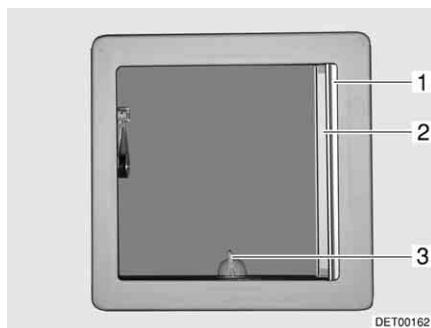
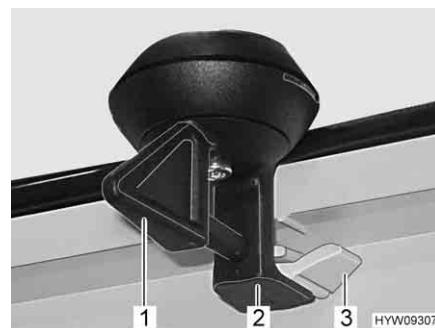

Fig. 53 Oblò inclinabile
Fig. 54 Bloccaggio (oblò inclinabile)
- Ruotare la leva (Fig. 53,3 o Fig. 54,1) di un quarto di giro.
- Girare la leva di un quarto di giro. Il bloccaggio (Fig. 54,2) deve entrare nell'aggancio inferiore (Fig. 54,3).
- Tirare la tendina oscurante pieghevole (Fig. 53,1) fino alla posizione desiderata e rilasciare. La tendina oscurante pieghevole rimane in questa posizione.
**Chiusura:** ■ Estrarre la zanzariera a rullo (Fig. 53,2) fino a quando non scatta il blocaggio dalla parte opposta.